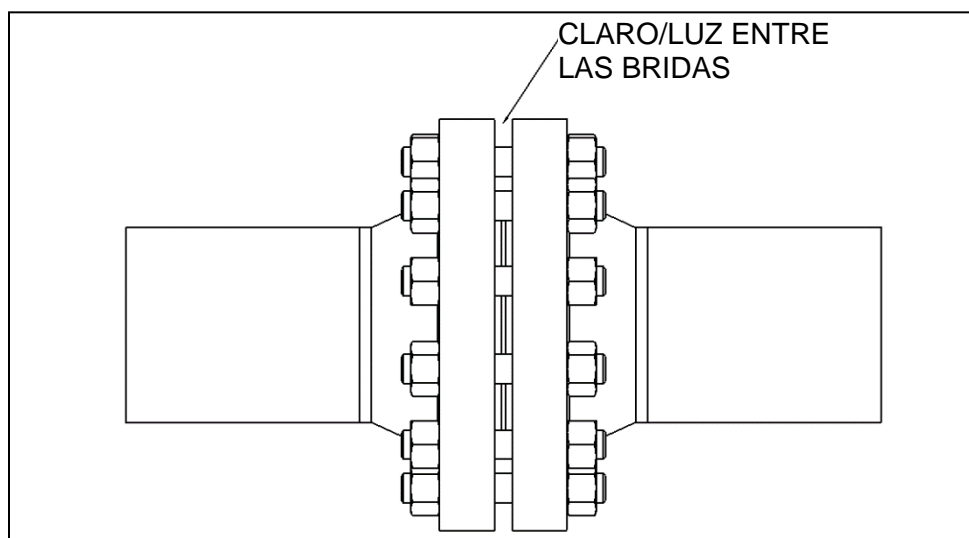

Figura 2
4. Cerciórese de que las bridas tengan un claro o luz entre caras con espacio abierto a los espárragos (como se muestra en la Figura 2). Esto asegurará que el sellador inyectado pueda llegar a los espárragos. Para los casos de bridas aislantes o de cara plana, contacte a PLIDCO para una solución diferente.